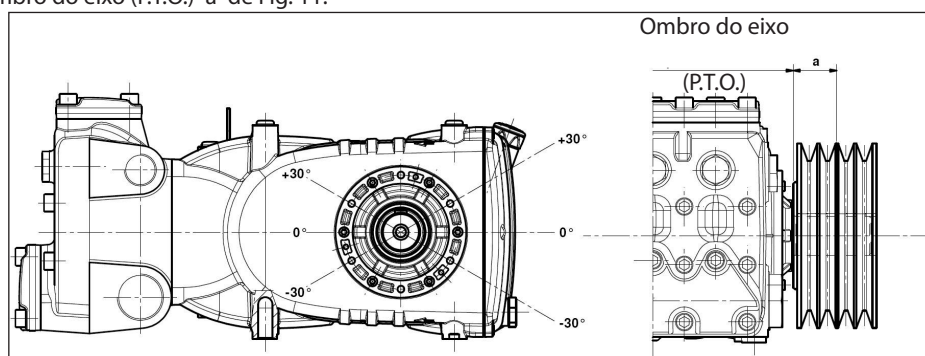

Fig. 11
A carga radial sobre o eixo não deve ser superior a 7500 N (valor necessário para a definição do layout). A transmissão é considerada adequada, se tal carga é aplicada a uma distância máxima de **a=40 mm** do ombro do eixo (P.T.O) conforme indicado na Fig. 11.
- b) Use correias de alto rendimento - por exemplo **XPB** ao invés de **SPB** - pois será necessário uma quantidade inferior de correias com a mesma potência transmitida e uma consequente distância inferior do resultante em relação ao ombro do eixo (P.T.O.) "a" de Fig. 11.
- e) Siga a direção da tensão da correia, conforme indicado na Fig. 11 para exigências diferentes, contate o **Departamento Técnico** ou o **Serviço de Assistência Técnica**.